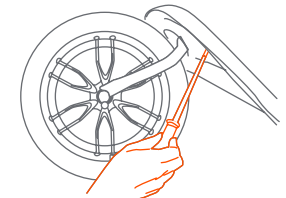

Fig. 26b
- Insérer les 4 vis à travers le dessous du cadre avant et dans les tubes en plastique du pare-chocs. Tourner les vis seulement jusqu'à bien serré (Fig. 26b). **NE PAS TROP SERRER.**